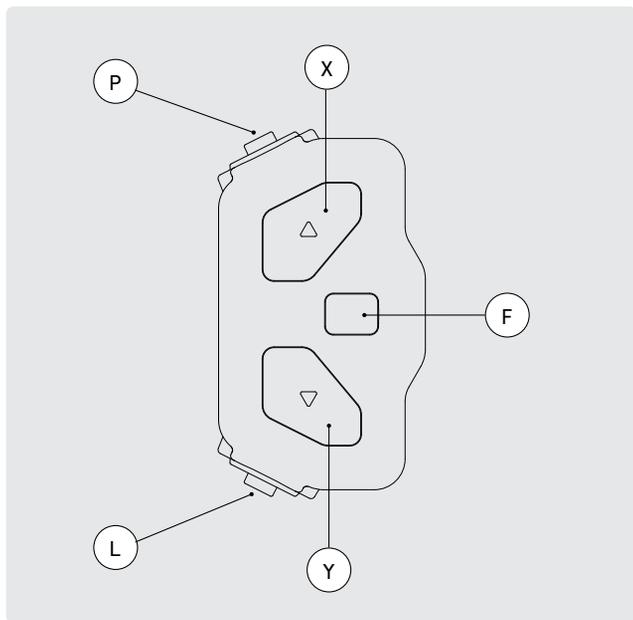

FIG. 19
Un elemento di comando per l'azionamento del sistema di propulsione si trova sul manubrio del Motor st pro. Un interruttore con cinque pulsanti sul lato sinistro del manubrio, come illustrato nella fig. 19.
Aumentare l'assistenza → Premere il tasto X (fig. 19).
Ridurre l'assistenza → Premere il tasto Y (fig. 19).
- 3 Inserire la spina dell'adattatore di rete nella presa di carica della batteria (fig. 19). Quando la batteria è carica, i LED sulla batteria iniziano a lampeggiare.